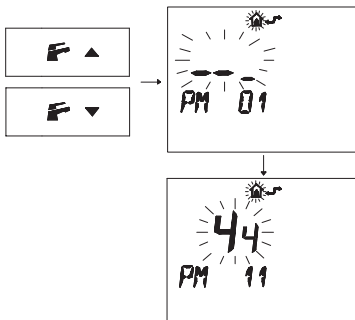

Figura 5.36
- Premere i pulsanti **F** ▲ o **F** ▼ per visualizzare la programmazione "PM11" della postcircolazione pompa (Figura 5.36).